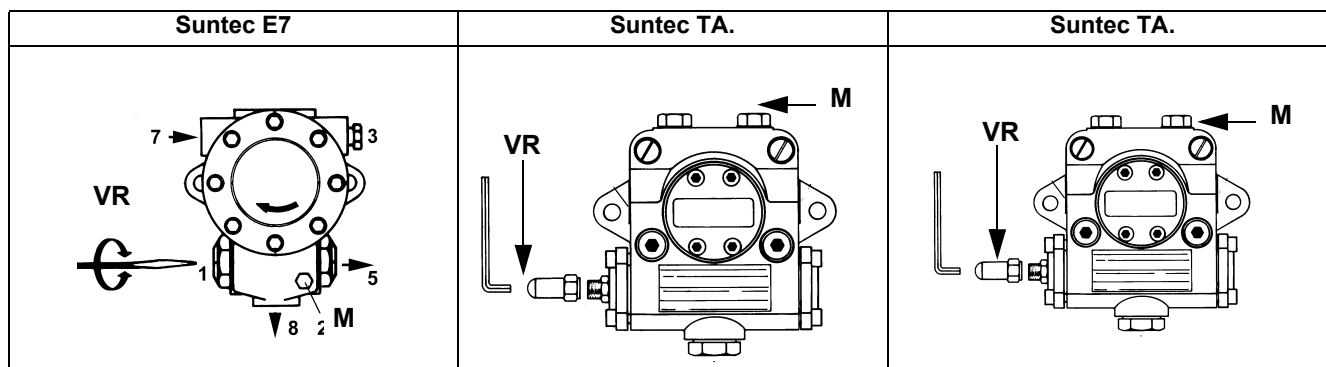
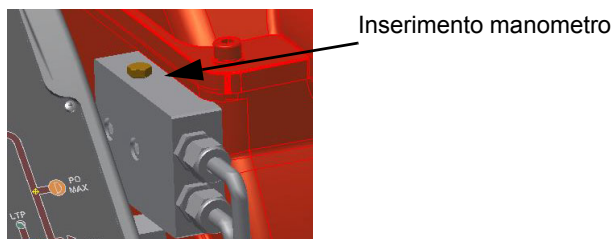

Fig. 13
Fig. 14
- 9 La pressione di alimentazione ugello è già pre-tarata in fabbrica e non deve essere cambiata. Solo se necessario, regolare la pressione di alimentazione (vedi relativo paragrafo) nel modo seguente: inserire un manometro nella posizione indicata in Fig. 14 agire sulla vite di regolazione **VR** della pompa (vedi Fig. 13) fino ad ottenere una pressione all'ugello pari a 20 bar (ugelli Monarch o